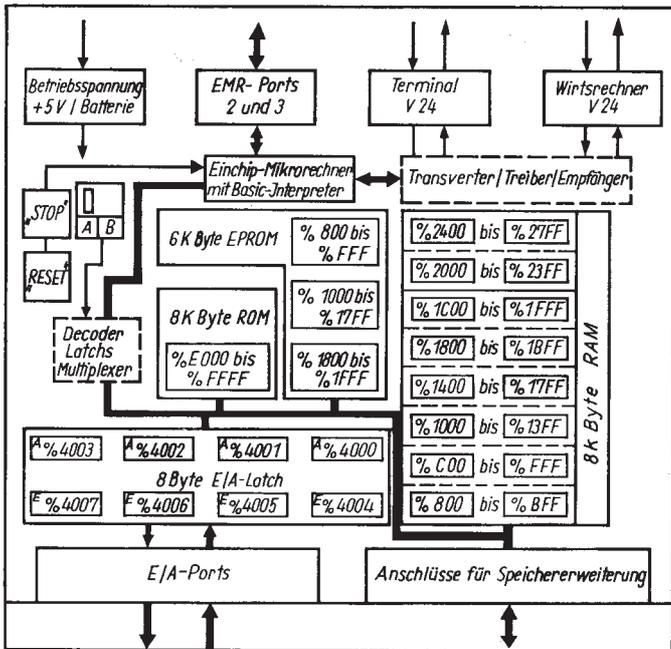

Bild 3 Blockschaltbild des UB8830-Entwicklungsmoduls
Bild 3 zeigt das Blockschaltbild des UB8830-Entwicklungsmoduls (im folgenden EM abgekürzt) und Bild 4 die Speicheraufteilung. Es kann ab Adresse %800 mit bis zu 6 KByte Daten- und 6 KByte Programmspeicher bestückt werden (RAMs 1Kx4 und EPROM U2716). Darüber hinaus stehen maximal 2 KByte Arbeitsspeicher ab Adresse %2000 zur Verfügung. Mit S1 kann der 6-KByte-RAM-Bereich wahlweise als Daten- oder Programmspeicher geschaltet werden. Der EPROM ist der jeweils alternative Speicherbereich. Um mit dem ROM U2365D45 BM200 arbeiten zu können, muß der RAM als Programmspeicher geschaltet sein.
Die Grundkonfiguration wird dabei aus einer Zentraleinheit (ZE) und einer Expanderkarte (EX) gebildet. Zur Aufrüstung kann diese Anordnung um eine weitere Expanderkarte gemäß Bild 3 erweitert werden.